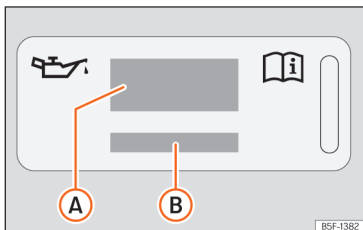
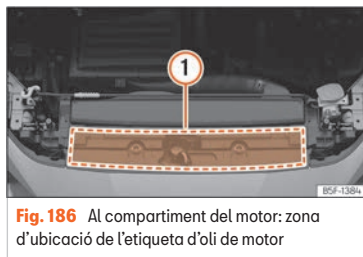

Fig. 185 Al compartiment del motor: etiqueta d'oli del motor
Fig. 186 Al compartiment del motor: zona d'ubicació de l'etiqueta d'oli del motor
Legenda de la >>> **fig. 185:**
Si heu d'omplir l'oli del motor, utilitzeu un dels olis indicats a l'etiqueta >>> **fig. 185**. L'etiqueta amb la norma prescrita es troba a la part davantera al compartiment del motor >>> **fig. 186**
- Si falta l'etiqueta amb l'especificació de l'oli motor >>> **fig. 185**, poseu-vos en contacte amb un taller especialitzat.